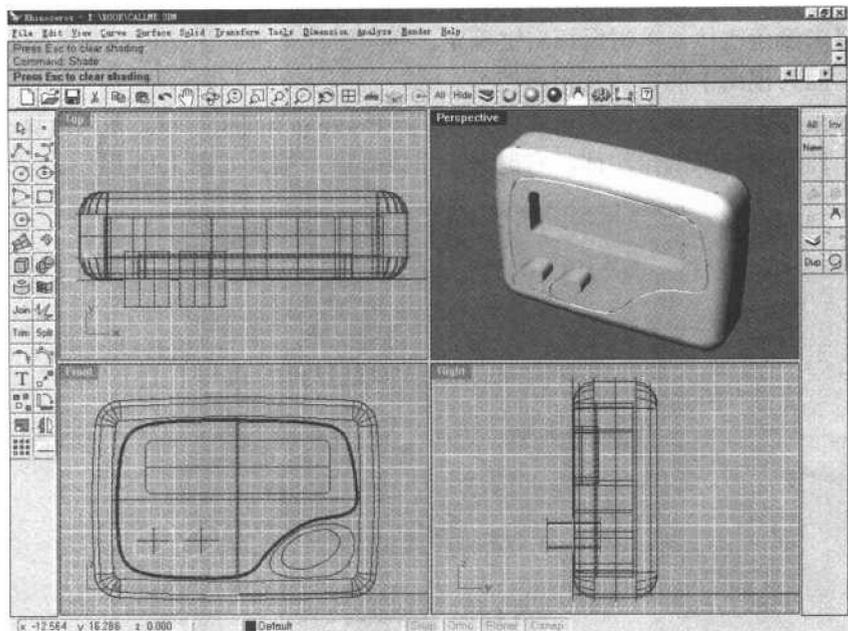

图 1.17 拉伸曲线 4 和曲线 5 作按键
- (1) 选中曲线 4 和曲线 5 (按住 **Shift** 键的同时用鼠标左键点取为加选)，选择 **Extrude Straight** (直线拉伸) 工具做出如图 1.17 所示的封闭实体，然后使用 **Boolean**